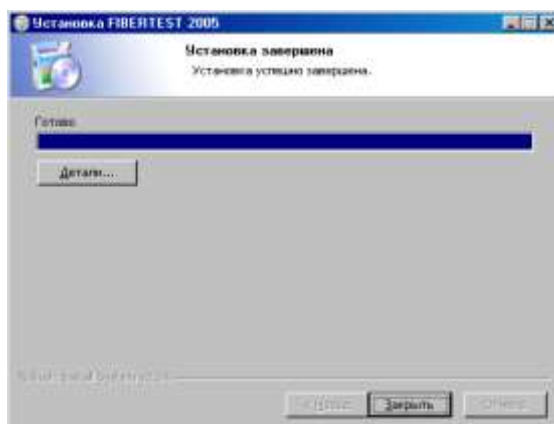

Рисунок 1-6. Успешное завершение установки.
- 7) Подождите конца процесса установки, пока не появится окно, показывающее, что процесс установки успешно завершен (Рисунок 1-6).